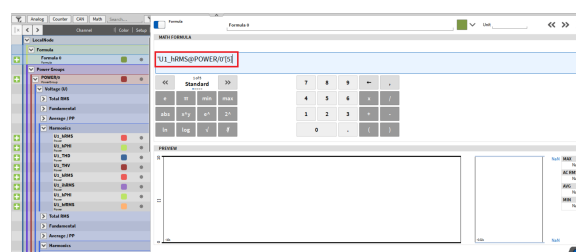

Abb. 7.73: Grundlegende mathematische Operationen für Arrays
- Grundlegende mathematische Operationen für Arrays mit gleichen Dimensionen unterstützt (siehe ① in Abb. 7.73): + - \* /
- Operationen (+ - \* /) mit Arrays und Konstanten (siehe ② in Abb. 7.73)